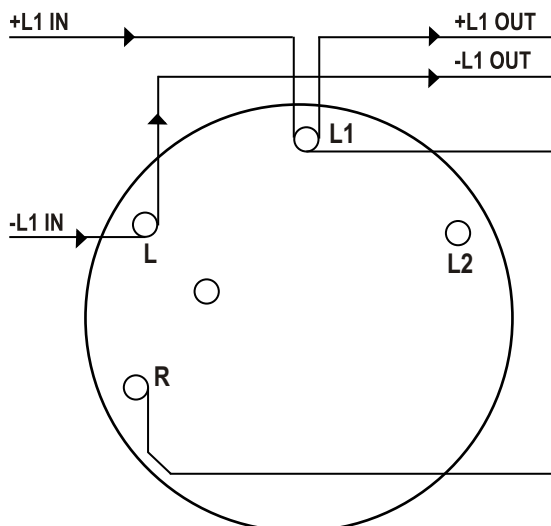

FIG. 2 Schema di collegamento con la parte posteriore del 801RIL
- 3) Effettuare i collegamenti come in Fig.2.